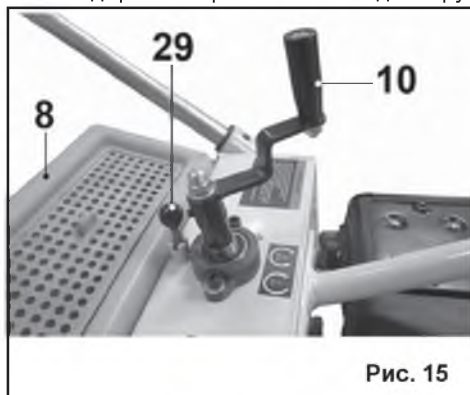

Рис. 15
8.3. Установка глубины резания (Рис.15).